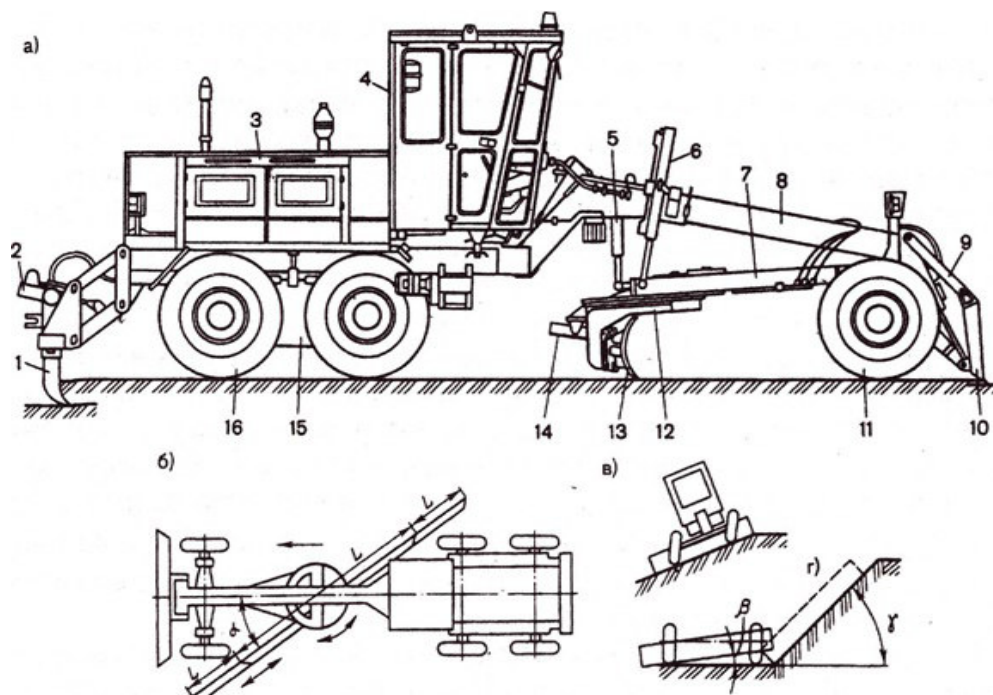

Рис. 1
1. На схеме рис. 1 (а) представлен общий вид автогрейдера
2. На схеме рис. 1 (б) представлен
3. На схеме рис. 1 (г) представлен
4. Все узлы и агрегаты автогрейдера (рис. 1, а), в том числе двигатель с трансмиссией, кабина водителя, основное и дополнительное рабочее оборудование автогрейдера, смонтированы:
5. Основное рабочее оборудование автогрейдера состоит рис. 1 (а)